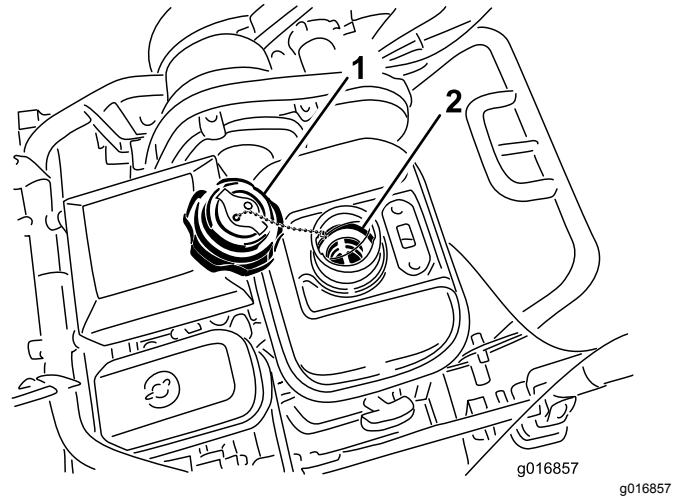

Bild 40
1. Schrauben Sie den Tankdeckel ab und entfernen ihn vom Kraftstofftank (Bild 40).